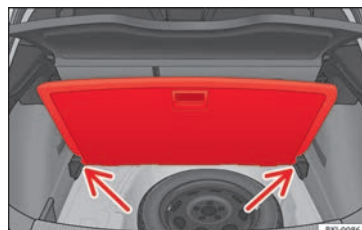

Fig. 171 Piso variable del maletero: posición inclinada.
- Apoye el piso sobre los alojamientos previstos para tal uso **» fig. 171** (flechas).